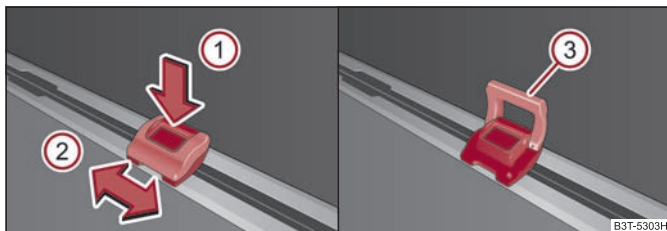

Fig. 26 Occhielli mobili
- Premere il tasto ① ⇒ fig. 26 e spingerlo l'occhiello nella posizione desiderata, freccia ②.
- Ribaltare la staffa ③ ⇒ fig. 26 e applicare ad es. la rete di fissaggio. ■